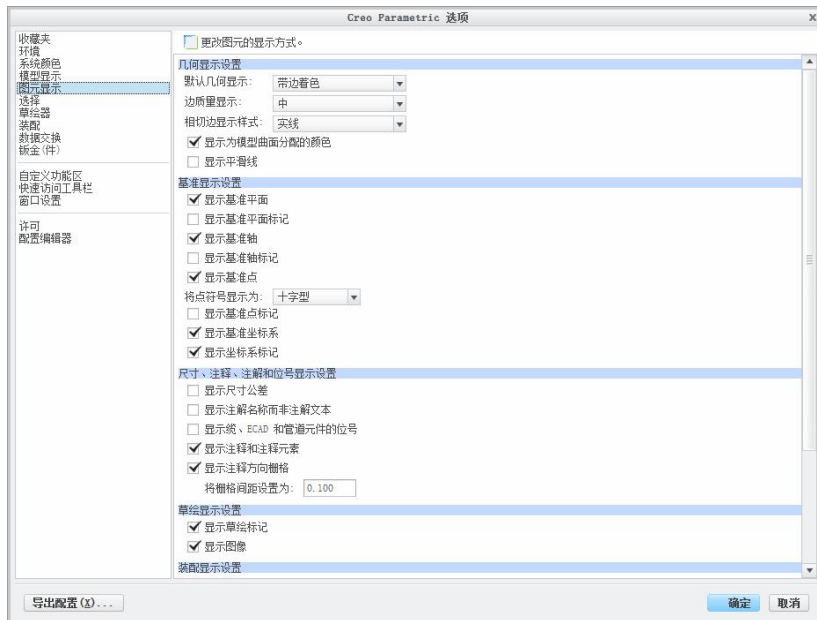
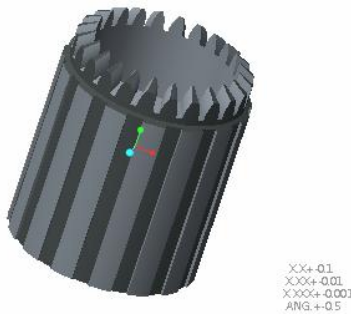

图 2-25 “Creo Parametric 选项”对话框
图 2-26 显示公差
模型的显示可以通过“文件”主菜单中“选项”命令进行，系统显示如图 2-25 所示对话框。
(1) 在图 2-25 中，选择“图元显示”，在“几何显示设置”区域中可以设置显示类型，并决定边质量显示和相切边的类型。下面的“基准显示设置”区域则决定了基准的显示内容。“尺寸、注释、注解和位号显示设置”决定了这些附加信息的显示状态，如“显示尺寸公差”决定了是否显示尺寸公差，选中它并应用的话，模型如图 2-26 所示，在右下角将出现公差范围等。